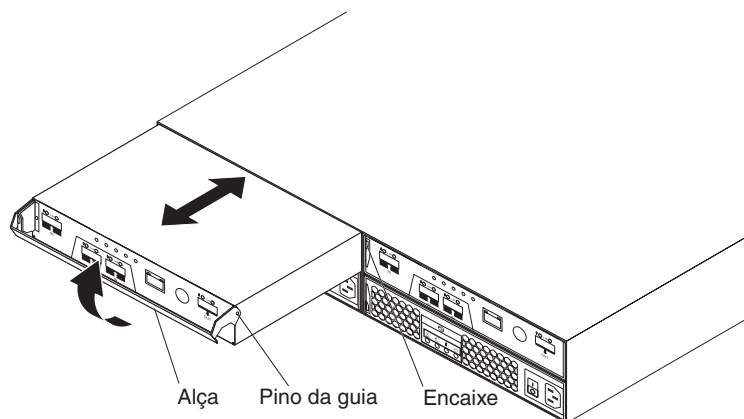

Figura 42. Removendo e recolocando o controlador A
- b. Puxe lentamente a alça para fora do chassi para remover o controlador do compartimento, conforme mostrado na Figura 42.
- b. Certifique-se de que os pinos da guia no lado do controlador se ajustem aos encaixes no chassi do DS3200. Consulte Figura 42 na página 77.